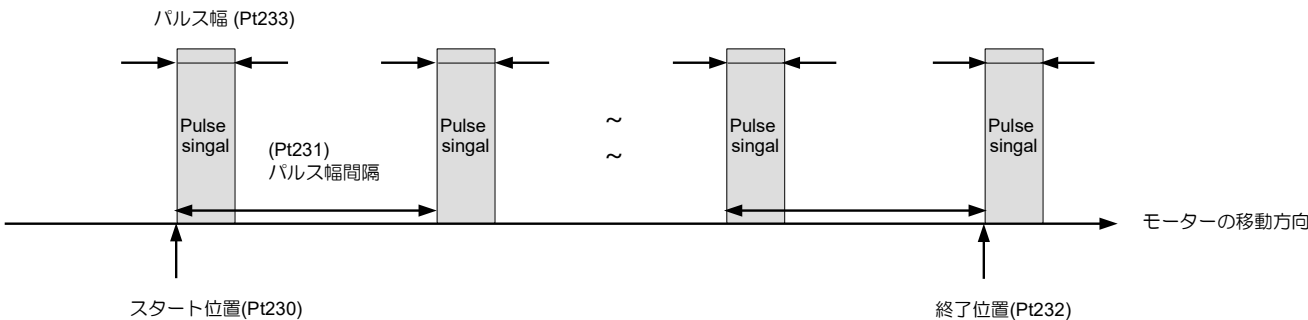

図 8.13.1
E2 シリーズドライバークーは、位置トリガー (PT) 機能を提供します。この機能は、固定間隔パルス トリガー、ランダム間隔パルス トリガー、およびランダム間隔トリガー ステータス モードをサポートします。パルス トリガー出力を例に挙げると、モーターが設定位置に移動すると、ドライバークーは同時にパルス信号を出力します。図 8.13.1 に示すように、パルス信号の幅と極性はユーザー定義できます。詳細な仕様と機能の説明については、表 8.13.1 を参照してください。位置トリガー機能の場合、ユーザーはヒューマン マシン インターフェースを介して相対パラメーターを設定できます。位置トリガー デジタル出力 (PT) 信号のハードウェア ピンは、CN6 9 および 10 (3.3 V/20 mA) です。ユーザーがこのような電圧レベルをサポートできない場合は、信号をデジタル出力 O1 ~ O5 (24 V) に割り当てることができます。位置トリガー (PT) 機能は主に、レーザー機器、ライン スキャン カメラ、リソグラフィ機器など、高速かつ高精度の処理のために同時インポジション信号を必要とするアプリケーションで使用されます。
モーターが設定された開始位置（Pt230）に移動すると、ドライバーは同期して最初のパルス信号を出力します。モーターが次のパルス間隔（Pt231）の位置に移動すると、ドライバーは次のパルス信号を出力します。図 8.13.1 に示すように、モーターが終了位置（Pt232）を超えるまで、ドライバーは同期してパルス信号を順次出力します。